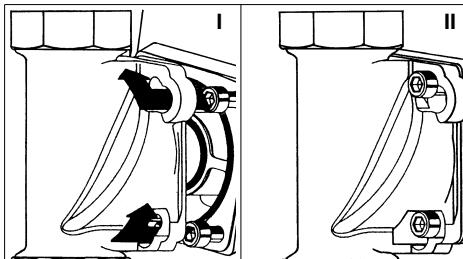

Abb. 6: Einbaudrehflansch mit Bajonettsicherung
- Die Wasserenthärtungsanlage so an den mit „G“ gekennzeichneten Flansch des Umgehungsventils ansetzen, dass die Schraubenköpfe durch die Bajonettbohrungen hindurchgehen (siehe Abb. 6 I).
- Die vier Zylinderschrauben M6x130 fest anziehen (siehe Abb. 6 II).